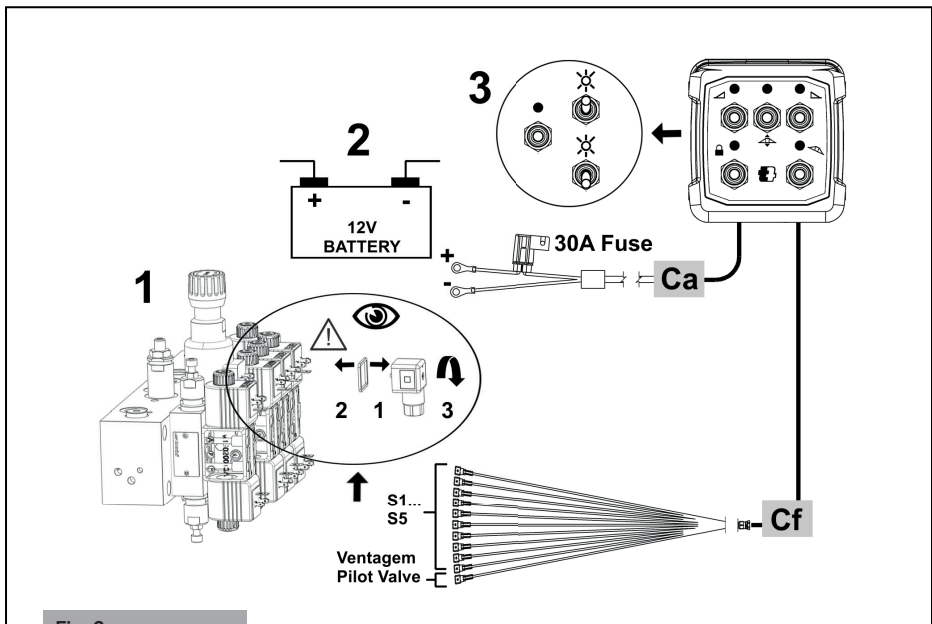

Fig. 2
### Raccordement aux vannes (Fig. 2)
3. Monter les connecteurs, avec les joints en caoutchouc, sur les commandes de vannes respectives, comme indiqué dans l'exemple (1, Fig. 2).
### Câble d'alimentation – Ca (Fig. 2)
3. Connectez la borne à œillet M8 du fil rouge (port du fusible 30A) au pôle positif "+" et le fil noir au pôle négatif "-" de la batterie (2, Fig. 2).
## FONCTIONNEMENT (3, Fig.2 e Tab.1)